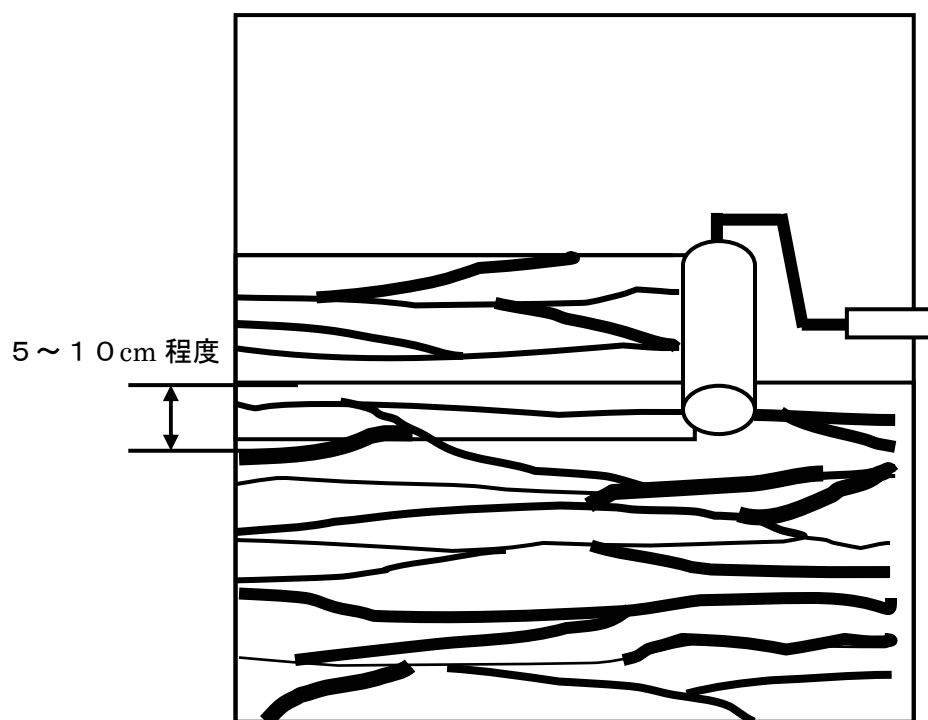

図3
- ・配り塗りしたJP(W)-100が乾燥しないうちに、JR-186を横方向に転がしパターン付けを行ってください(図3)。
隣のパターンと5～10cm程度、交差するようにローラーを転がしてください。(図3)